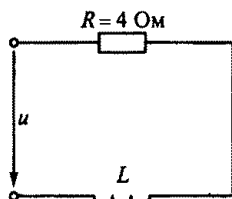

Рис. 99
3.55. В цепи, изображенной на рис. 99, при частоте $f = 50$ Гц полное сопротивление z равно 5 Ом. Чему будет равно сопротивление этой же цепи при частоте $f = 150$ Гц?